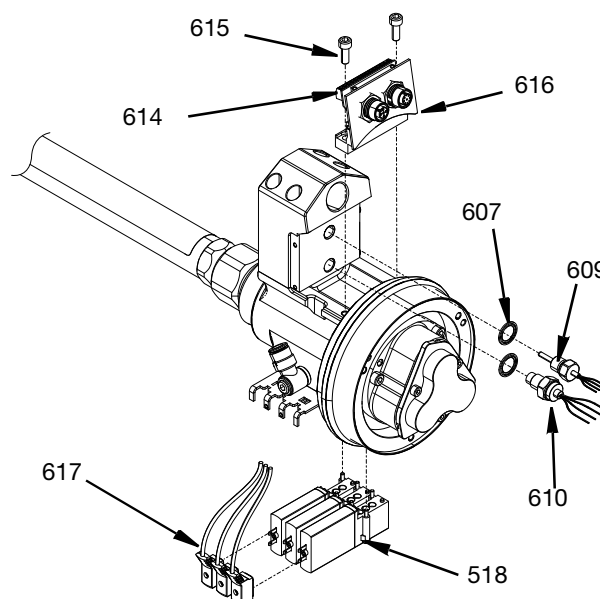

FIG. 13
1. Scollegare i collegamenti del cavo della valvola a solenoide (617) dalle valvole a solenoide (518).
2. Le valvole a solenoide (518) possono essere rimosse dal collettore della valvola dell'aria (516) mediante le viti fissate alle valvole a solenoide.
3. Rimuovere la staffa del connettore doppio (616) con il connettore del cavo doppio (614) collegato rimuovendo le due viti (615) con una chiave esagonale.
4. Rimuovere il sensore RTD (609), il trasduttore della pressione (610) e le guarnizioni della rondella da 10 mm (607) se presenti. È necessario sostituire le guarnizioni delle rondelle con guarnizioni nuove prima di procedere al rimontaggio. Vedere FIG. 13.